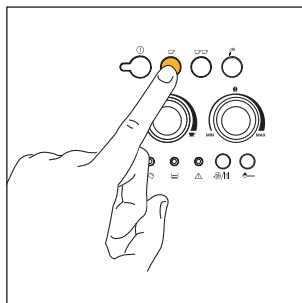
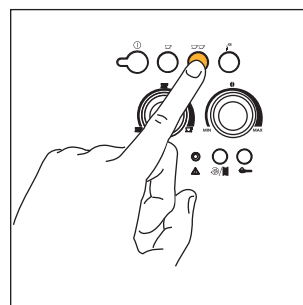

Fig. 12
Fig.13
- 5) Appuyez sur la touche  (fig. 12) si vous désirez faire un café ou sur la touche  (fig. 13) si vous désirez faire 2 cafés. *La machine va maintenant moudre les grains et exécuter une brève pré-infusion avant de compléter la sortie de café dans la tasse.*
NOTA 4: pendant que la machine fait le café, vous pouvez interrompre la sortie à tout moment en appuyant sur la touche ☺ (fig. 12) ou ☺☺ (fig. 13) précédemment sélectionnée.
NOTA 5 : dès que le café a fini de couler, si vous souhaitez augmenter la quantité, il suffit de maintenir la pression sur la touche ☺ (fig. 12) ou ☺☺ (fig. 13) précédemment sélectionnée jusqu'à obtenir la quantité désirée (cette opération doit être exécutée dans les 3 secondes après que le café a fini de sortir).